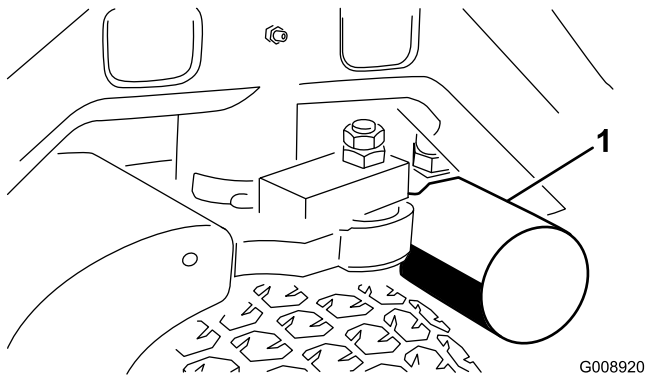
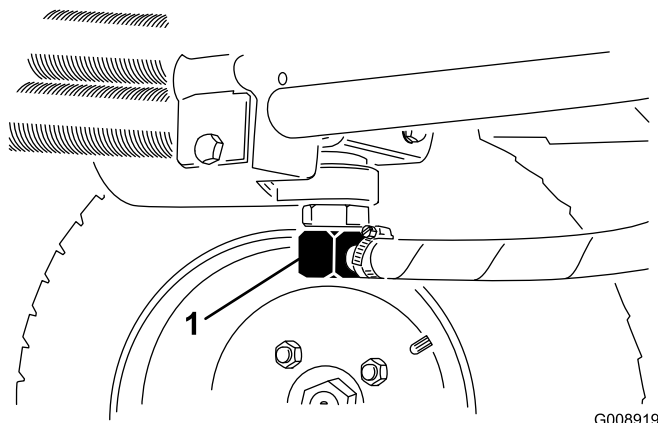

Figure 58
Figure 59
- Nettoyez la zone autour de la surface de montage du filtre. Placez un bac de vidange sous le filtre (Figure 58) et enlevez le filtre.
2. Débranchez la conduite hydraulique (Figure 59) ou enlevez le filtre hydraulique (Figure 58) et laissez couler l'huile dans un bac de vidange. Rebranchez la conduite hydraulique quand la vidange est terminée.